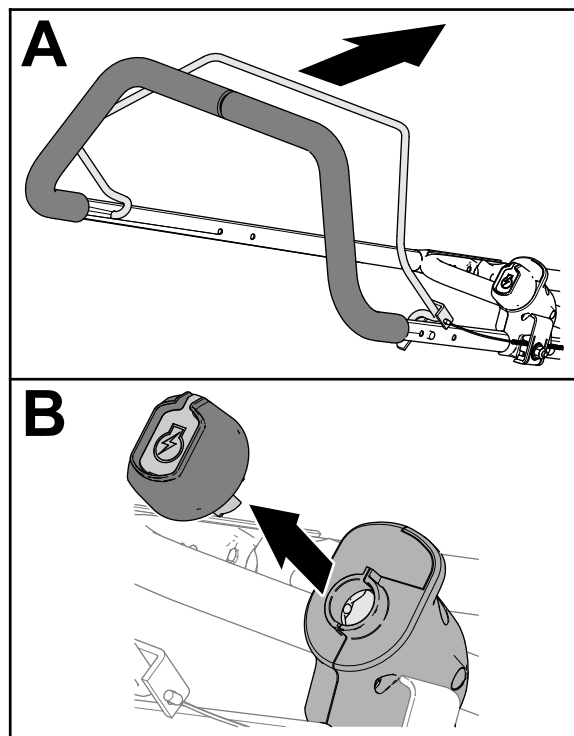

Bild 17
1. Lassen Sie den Schaltbügel los (Bild 17).